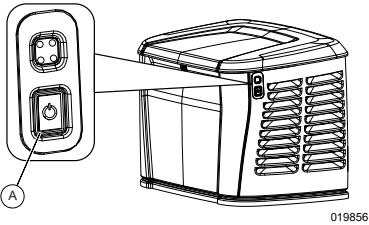

Figura 3-6. Interruptor de desconexión de emergencia del generador externo (todos los modelos)
Consulte la Figura 3-6. Un interruptor de desconexión de emergencia del generador (A) se encuentra en el exterior del panel lateral del generador. Este interruptor de desconexión de emergencia del generador desconecta el generador y desactiva los reinicios.